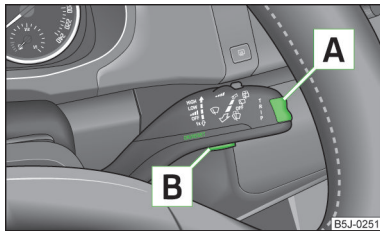

Abb. 24
- ▶ Das Hauptmenü (**HAUPTMENÜ**) wird durch langes Drücken der Wipptaste **A** » Abb. 24 aktiviert.
- Wenn im Display Warnmeldungen angezeigt sind, müssen diese Meldungen durch kurzes Drücken der Taste **B** » Abb. 24 bestätigt werden, um das Hauptmenü aufzurufen.
- Wenn im MAXI DOT-Display Warnmeldungen angezeigt sind, müssen diese Meldungen mit der Taste **[B]** **» Abb. 24 auf Seite 34** bestätigt werden, um das Hauptmenü aufzurufen.